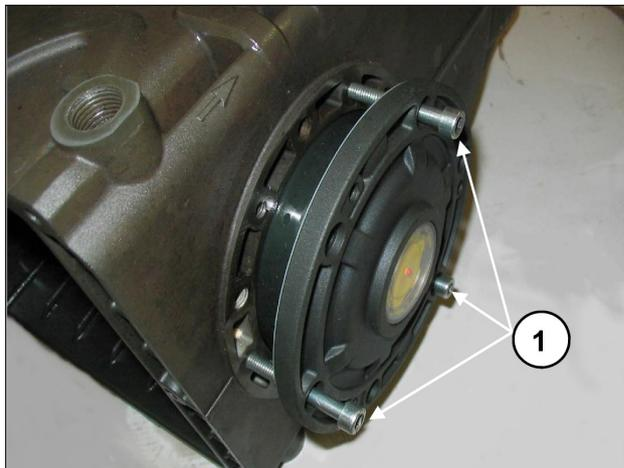

Fig. 8
Antes de montar as coberturas laterais, certifique-se da presença dos anéis circulares de estanqueidade em ambos os anéis de calço somente sobre a cobertura lateral da luz. Para facilitar a entrada da primeira seção e o relativo inserimento das tampas no cárter, é aconselhável o uso de 3 parafusos M6x40 parcialmente roscados, (Fig. 8, pos. ①) para depois completar a operação com os parafusos fornecidos (M6x16).
Para a aproximação de duas coberturas laterais no cárter, pode-se usar três parafusos M6x40 para uma primeira fase de orientação, como já indicado anteriormente Fig. 8, e os parafusos previstos para a fixação final.